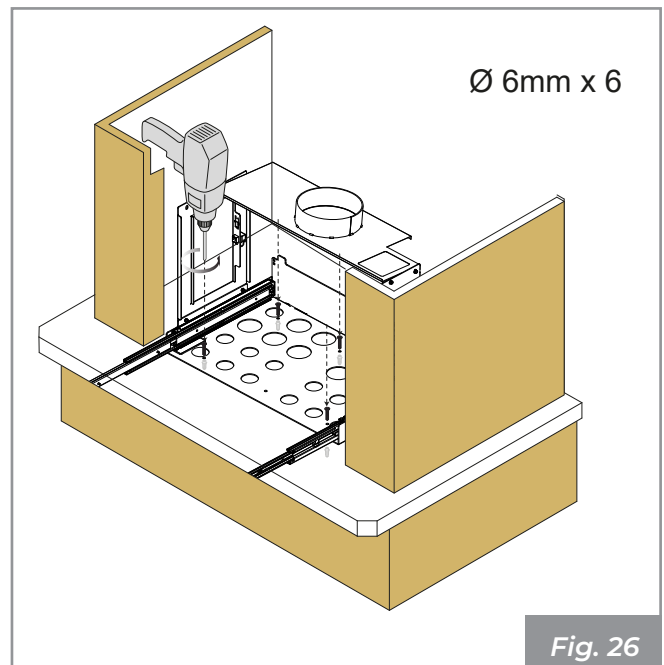

Fig. 26
- Inserire tasselli da 6 mm nei fori praticati e fissare il basamento con le viti (non in dotazione). (3) - (**Fig. 26**).